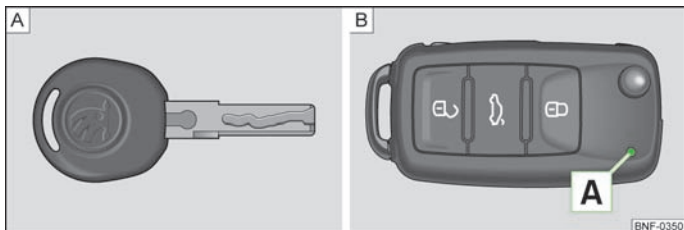
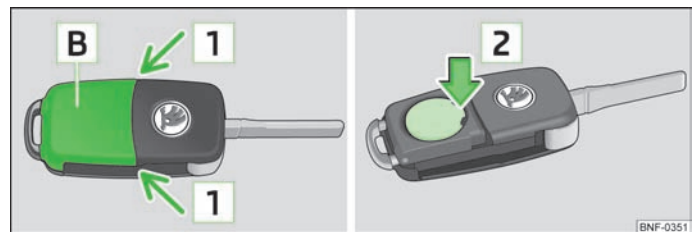

Fig. 7 Clé sans télécommande/clé avec télécommande (clé à radiocommande)
Fig. 8 Clé à radiocommande - enlever le couvercle/sortir la pile
Deux clés sont livrées avec le véhicule. Selon l'équipement, votre véhicule peut être doté de clés sans radiocommande » fig. 7 - [A] ou avec radiocommande » fig. 7 - [B].
Chaque clé à radiocommande possède une pile placée sous le couvercle [B] » fig. 8. Lorsque la pile est déchargée, le voyant rouge [A] ne clignote pas après un appui sur une touche de la clé à radiotélécommande » fig. 7. Nous vous recommandons de ne faire remplacer les piles de clés que par un concessionnaire ŠKODA. Procédez comme suit si vous souhaitez néanmoins remplacer vous-même une pile déchargée :
- Poussez le cache de la pile avec le pouce ou un tournevis plat au niveau des flèches [1] » fig. 8.